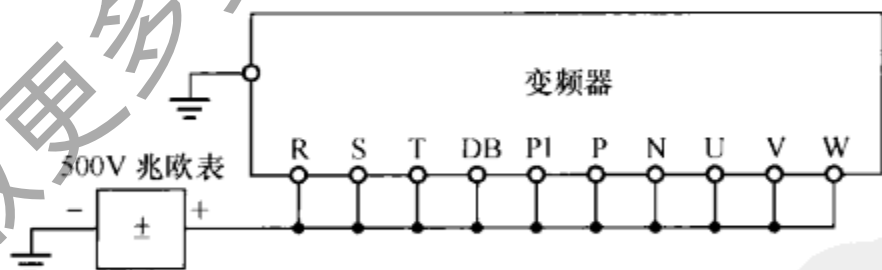

图 5-50 用兆欧表测试主电路的绝缘电阻
① 主电路。拆开全部主电路、控制电路等的端子座和外部电路的连接线；用公共线连接主电路端子 R、S、T、P1、P、N、DB、U、V、W，如图 5-50 所示。其中，R、S、T 为主回路电源输入端子，U、V、W 为变频器输出端子（接电动机），P、N 为直流电源端子。用兆欧表测试时，仅在主电路公用线和大地（接地端子 PE）之间进行检测，兆欧表若指示  $5M\Omega$  以上，就属正常。